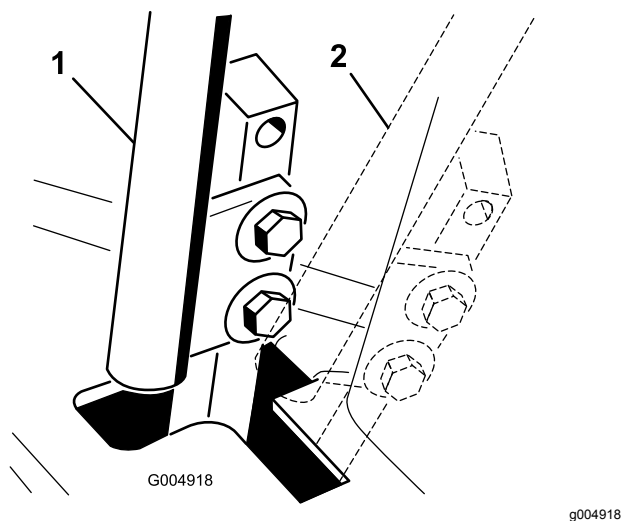

Figura 51
4. Mettete la leva di controllo in posizione di FOLLE senza bloccarla (Figura 51).
6. Controllate dove la leva di controllo corrisponde alla tacca nella console (Figura 51).